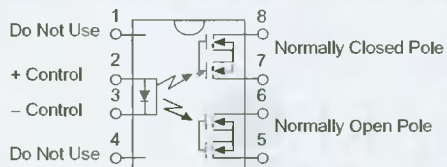

рис.2
**Двухполюсное оптореле с комбинированными контактами и одним общим входом (1-FORM-2C) - рис.2.**